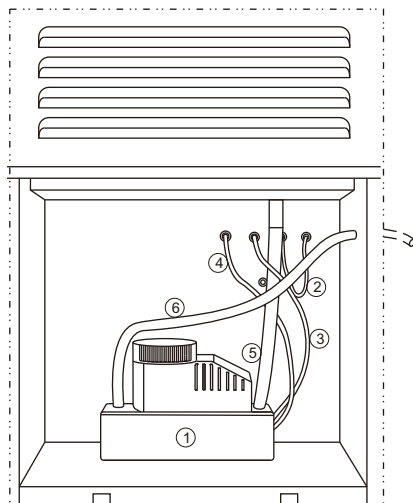

FIG. 4
- Dra ur sladden för larmet som signalerar att vattenbehållaren är full (②) från uttaget i mitten och anslut den till höger uttag för att sätta fast den.
- Anslut elsladden (④ , svart) till vattenpumpen (①) i vänster uttag.
- Anslut vattenpumpens sladd för larmet som signalerar att vattenbehållaren är full (③ , blå) till uttaget i mitten.
- Anslut vattenpumpens inlopps- (⑤) och utloppsslangar (⑥) (se FIG. 4)